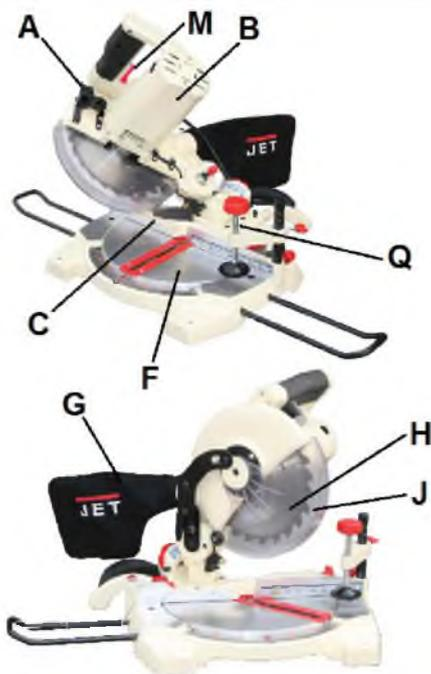

Рис. 1
- Мешок (G, Рис. 1) предназначен для сбора пыли. Мешок можно присоединить на шутицер в задней части станка.
- Передвиньте зажим (A, Рис. 1) в сторону и при помощи ручки медленно и плавно нажмите на режущую голову.